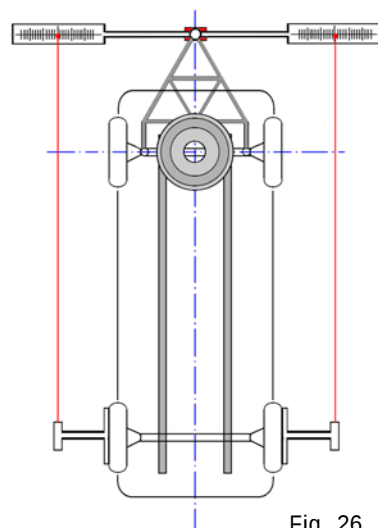

Fig. 26
- Ripetere questa procedura per tutti gli assi del veicolo (Fig. 26).